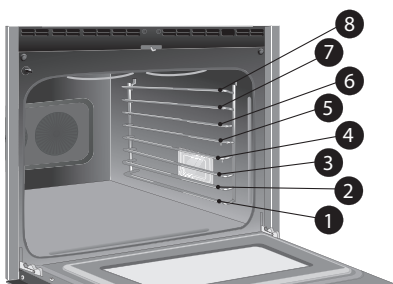

Figure 12 : Emplacement des grilles
- Pour de meilleurs résultats lors de la cuisson des gâteaux à l'aide de 2 grilles, placer l'ustensile de cuisine sur la grille coulissante en 2e position ou la grille plate en 3e position et sur la grille coulissante en 6e position ou la grille plate en 7e position. (Figure 12)
- Laisser au moins 5 cm (2 po) d'écart entre les aliments pour assurer une bonne circulation d'air (Figure 12).